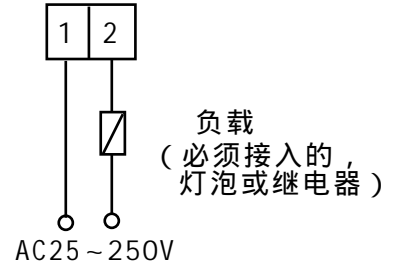

图 7 交流 25~ 250V
- ◆ 交流25~250V供电时两线制的系统连线如图7所示。（注意：必须接负载，否则将损坏电子模块，并且负载不能太小，不能用太灵敏的继电器。）